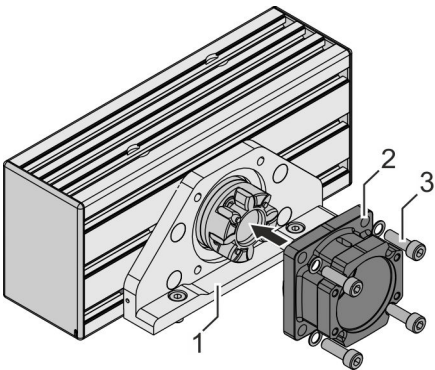

Abb. 33: Kupplungsgehäuse montieren
6. ➤ Kupplungsgehäuse (Abb. 33/2) auf das Umlenkgehäuse (Abb. 33/1) setzen.
7. ➤ 4 Schrauben (Abb. 33/3) diagonal im Wechsel festziehen: